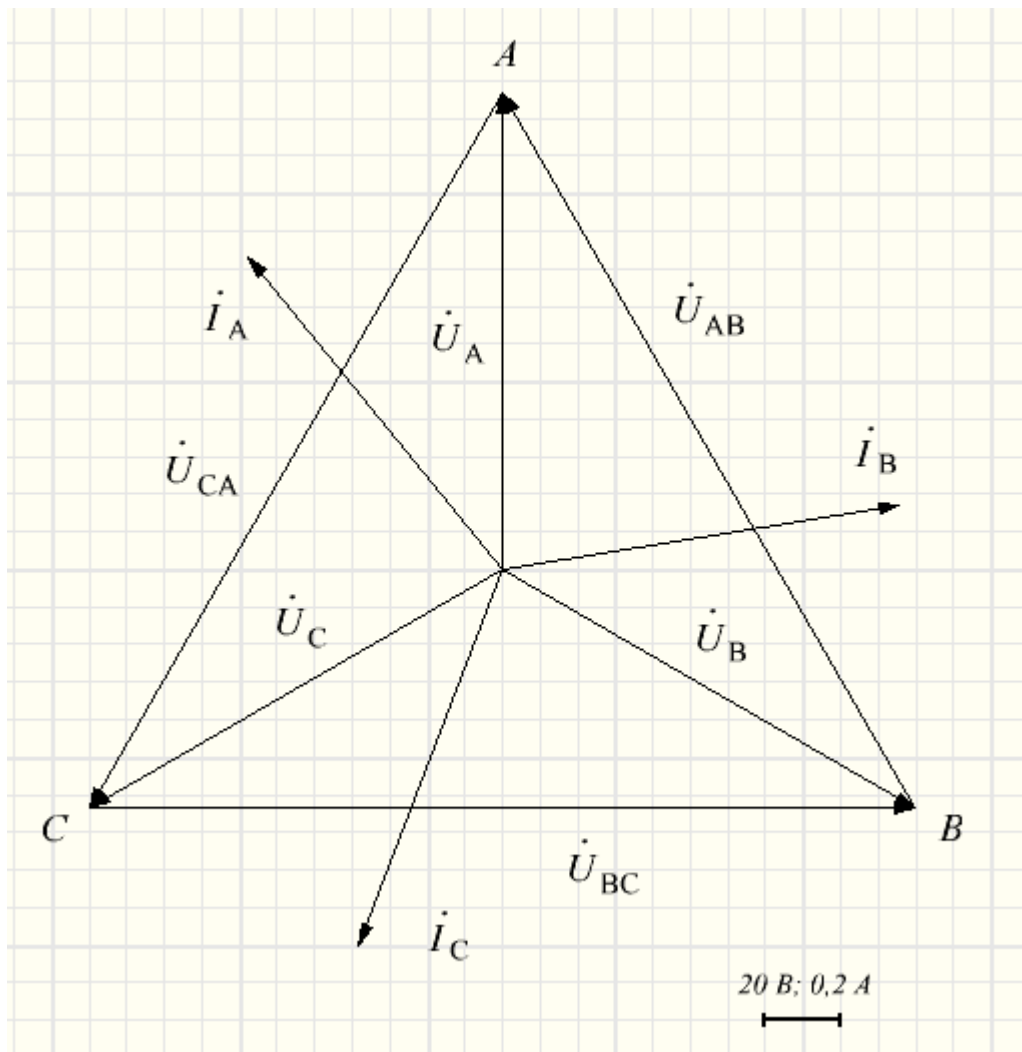

Рисунок 13 – Векторная диаграмма токов и напряжений симметричного приемника, соединенного по схеме «звезда»
2.7. Построим векторную диаграмму для группы потребителей, соединенных по схеме «звезда» (см. рис. 13):